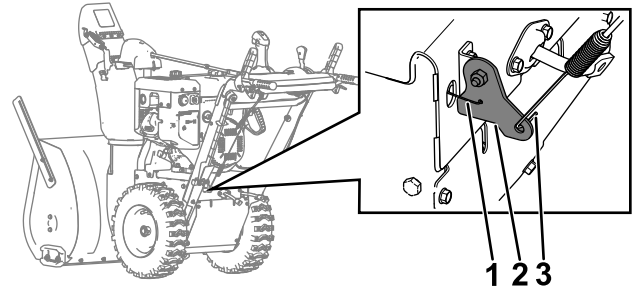

**Figura 4**
5. Instale a nova placa de tração na placa da roda de fricção utilizando o parafuso removido (Figura 4).